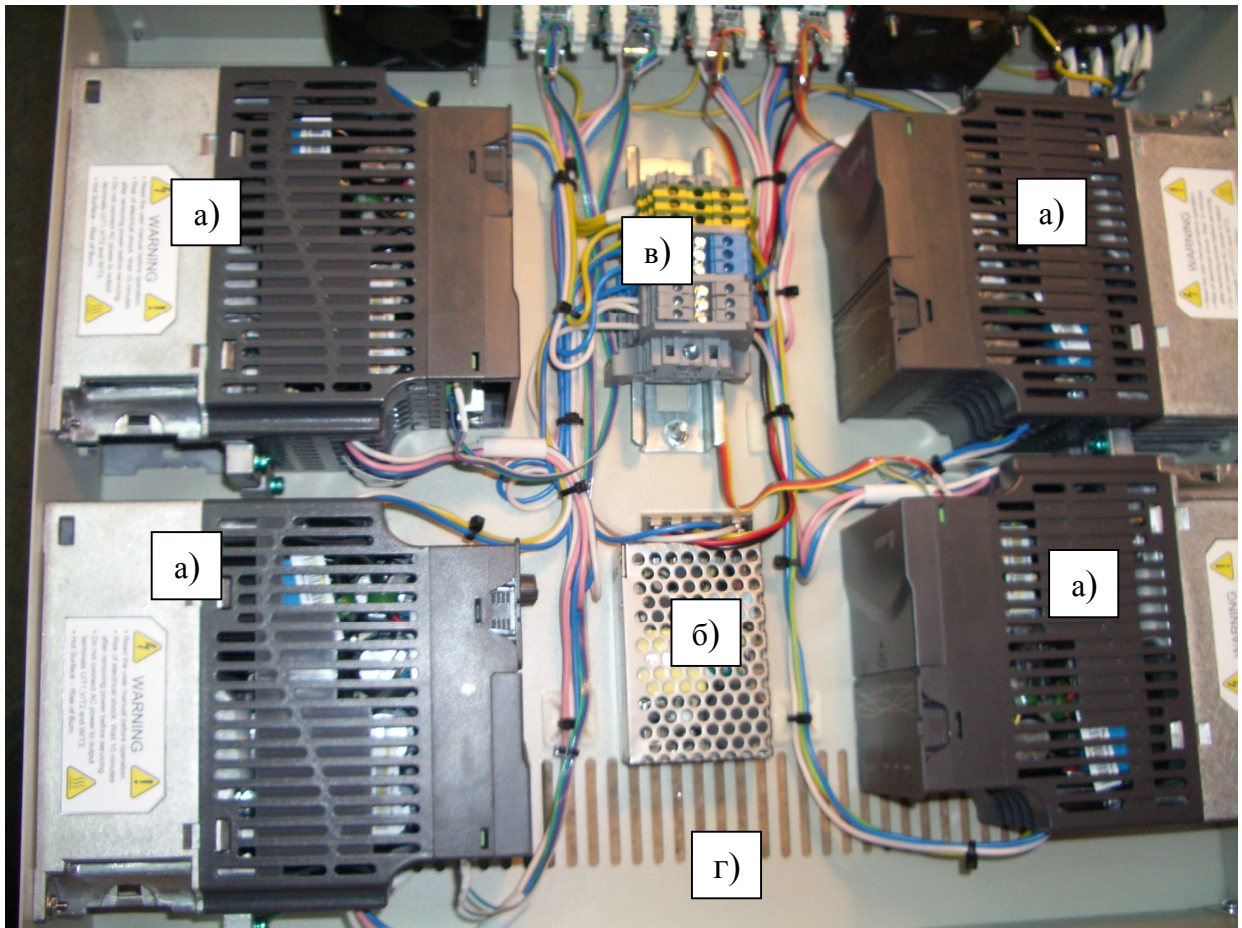

Рисунок 1.1 - Состав и размещение оборудования БУПРС внутри блока
1.1.3.2 В состав блока (см. рисунок 1.1) входят следующие основные элементы (устройства):